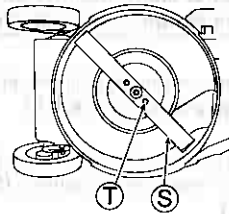

Abb. 35.
3 Vergewissern Sie sich, dass die Klingenbefestigungsschrauben (T) mit dem angegebenen Drehmoment angezogen sind. (Siehe Abb. 35.)
4 Vergewissern Sie sich, dass die Klingenbefestigungsschrauben (T) mit dem angegebenen Drehmoment angezogen sind. (Siehe Abb. 35.)